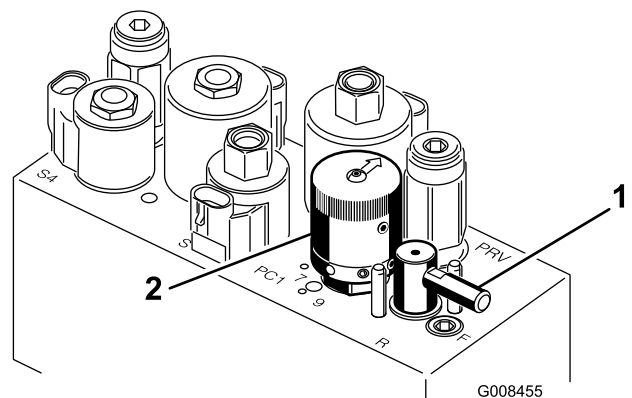

Figura 50
5. Gire la palanca de Autoafilado a la posición "R" (Figura 50).
6. Gire el control de velocidad del molinete a la posición 1 (Figura 50).